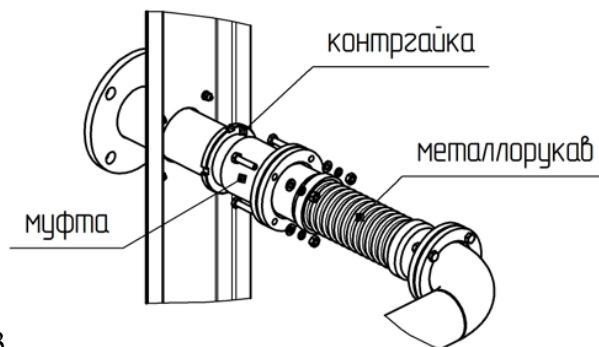

Рис.4.3
- для исполнения без охладителя воздуха (рис.4.3): открутите контргайку муфты, открутите четыре болта фланцевого соединения, соединяющего муфту и металлорукав, и убедитесь в разъёмности фланцевого соединения для исключения осевого растяжения металлорукава при натяжении ремня;